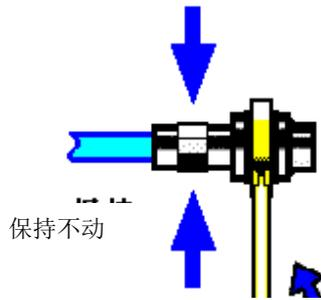

图 2-6 使用力矩扳手完成最后连接示意图
- c) 如图 2-6，使用力矩扳手拧紧完成最后的连接，注意力矩扳手不要超过起始的折点，可使用辅助的扳手防止连接器转动。